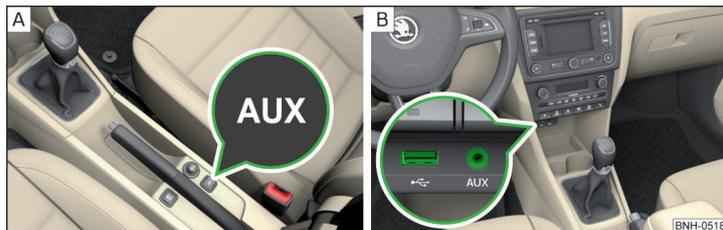

Fig. 90 Entrada AUX / entrada MDI (AUX y USB)
- Entre los asientos delanteros en la consola central » fig. 90 - A.
- Por encima del guarda objetos en la consola central delante » fig. 90 - B.
En vehículos con entrada USB, ésta se encuentra encima del compartimento guardaobjetos situado en la consola central delantera » fig. 90 - [B].